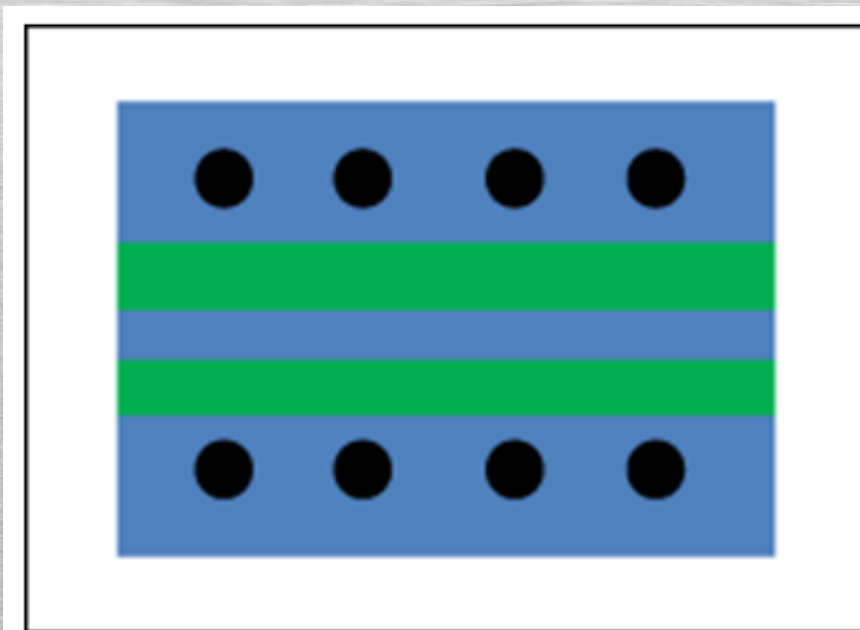

Figure 5. Via fences are recommended on both sides of a coplanar waveguide.
- 建议灌孔“栅栏”在共面波导的两侧，如图5所示。这顶视图提供了一个例子，一排接地孔在每一个顶部金属接地平面两边的中心导体。返回的电流在顶层被短路到底层接地层。